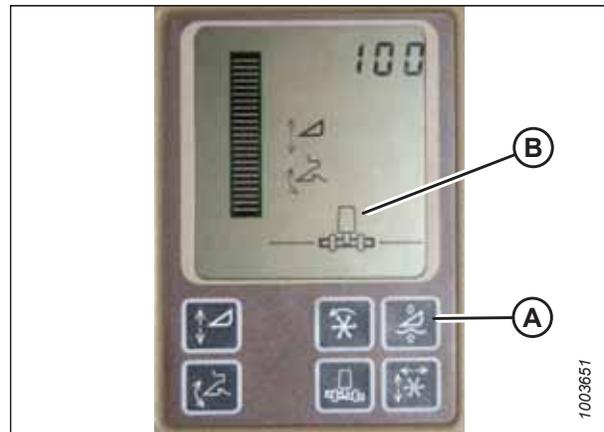

Figure 4.150: Affichage des moissonneuses-batteuses John Deere
1. Appuyez sur le bouton DIAGNOSTIC (A) sur le moniteur. DIA apparaît à l'écran.
2. Appuyez sur le bouton HAUT (B) jusqu'à ce que EO1 apparaisse à l'écran, puis appuyez sur le bouton ENTRÉE (D). C'est le réglage de la plateforme.
3. Appuyez sur le bouton HAUT (B) ou BAS (C) jusqu'à ce que 128 s'affiche dans la partie supérieure de l'écran. Il s'agit de la valeur du capteur de hauteur.
4. Appuyez sur ENTRÉE (D) pour sélectionner 128 comme valeur du capteur. Cela vous permettra de modifier l'affichage pour obtenir un nombre à trois chiffres de façon à ce qu'il contienne 50.
5. Appuyez sur le bouton HAUT (B) ou BAS (C) jusqu'à ce que la valeur souhaitée s'affiche, puis appuyez sur le bouton CAL (E).
6. Appuyez sur ENTRÉE (D) pour enregistrer les modifications. La hauteur de la plateforme est maintenant réglée.
N'utilisez **PAS** la fonction de flottement de plateforme active (A) en combinaison avec le système CHAP ; les deux systèmes vont se neutraliser l'un l'autre. Le symbole de la plateforme (B) sur l'écran ne doit **PAS** être souligné d'une ligne ondulée et doit apparaître exactement comme indiqué dans l'affichage de la commande de la plateforme active à la figure 4.150, page 184.